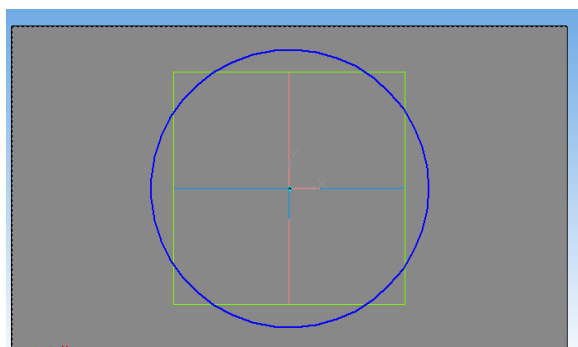

Рисунок 4.17 – Приклеювання підстави циліндра
16. На панелі «Геометрия»  активуємо  «Окружность» та на «Панели свойств», в поле «Диаметр» задаємо **60**, вказуємо курсором «мыши» начало координат (рис. 4.17).